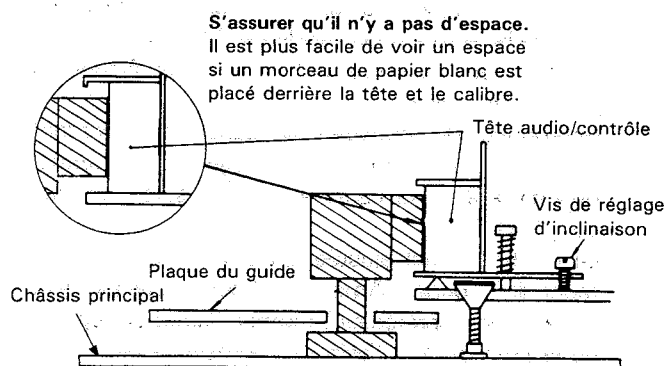

Figure 1-19.
2. Desserrer la vis de réglage d'inclinaison ② à l'aide d'un tournevis cruciforme.
3. Enlever la vis ⑤ (3P + 8S) à l'aide d'un tournevis cruciforme.
4. Enlever la vis de la tête A/C ④ à l'aide d'un tournevis cruciforme, en prenant garde à ne pas endommager ⑦ le ressort situé entre la vis de la tête A/C ④ et l'ensemble de la tête A/C ①.
6. L'ensemble de la tête A/C ① est fixé de manière que le bras de la tête A/C et le support de la plaque de la tête A/C soient plus ou moins parallèles l'une à l'autre.
7. Régler l'inclinaison de la tête A/C selon la Figure 1-19.
9. Régler le mécanisme sur le mode de déchargement. Placer l'outil de réglage d'inclinaison de tête A/C sur le châssis principal comme illustrent les Figs. 1-19 et 1-20. Avec une clé hexagonale (1,5 mm JiGHW0015), tourner doucement la vis de réglage de manière qu'il n'y ait pas d'interstice entre l'outil et la tête A/C.
2. Régler l'angle d'inclinaison de la tête A/C comme illustré sur la Fig. 1-19.